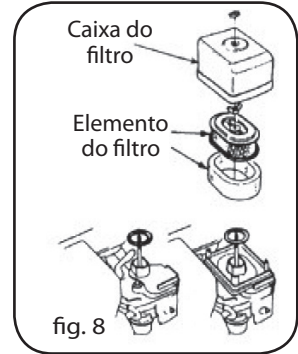

fig. 8
1. FILTRO COM ELEMENTO DUPLO (Fig. 8)